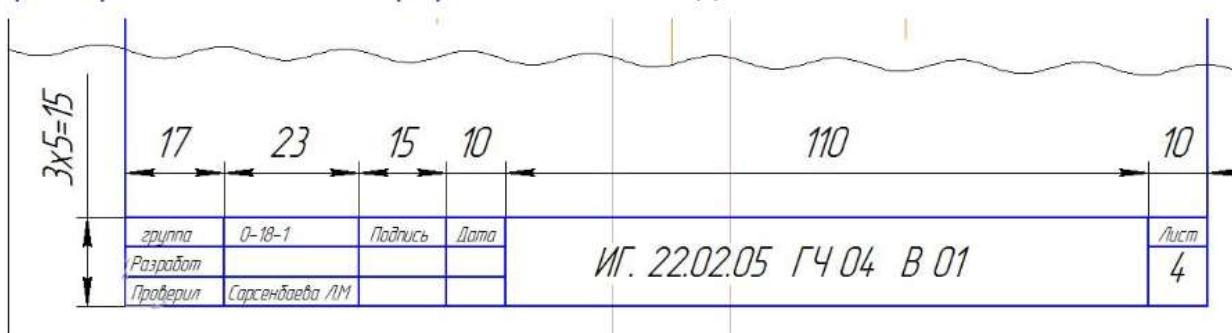

Рис.2 Пример выполнения основной надписи формы 1, 2а
2.Соблюдая размеры основной надписи (рис.2) вычертите контуры сплошной тонкой линией;
Чертеж оформляется рамкой, которую проводят сплошной основной линией от верхней, правой и нижней сторон внешней рамки на 5мм и на 20мм от левой для подшивки листа. В правом нижнем углу формата помещают основную надпись чертежа (угловой штамп) Рис.1. Форма, содержание и размер графической основной надписи для технических чертежей (рис.2)